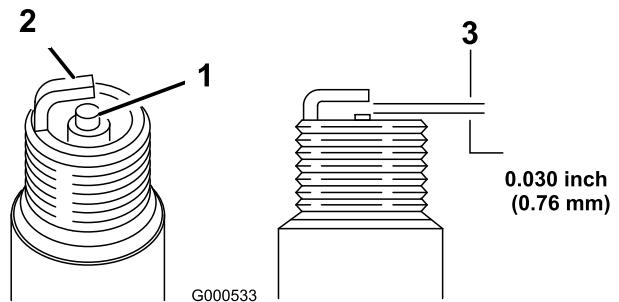

Bild 31
- Stellen Sie den Elektrodenabstand auf 0,76 mm ein (Bild 31).